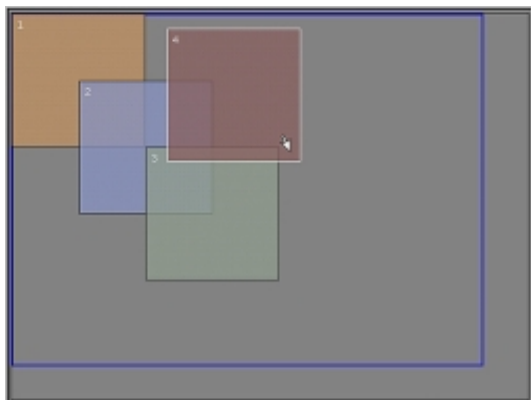

Imagen 6-6
1. Sitúe el puntero en una esquina de la ventana y mantenga presionado el botón izquierdo del ratón. (imagen 6-6)